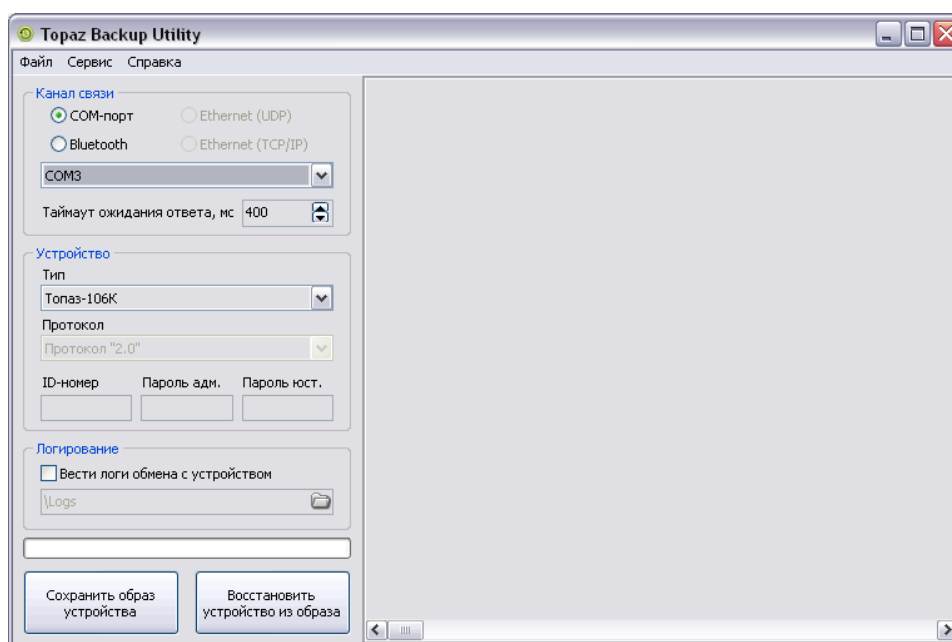

Рисунок 20
1) Запустить двойным щелчком левой клавиши мыши утилиту TorazBackupUtility.exe, откроется окно программы (рисунок 20).